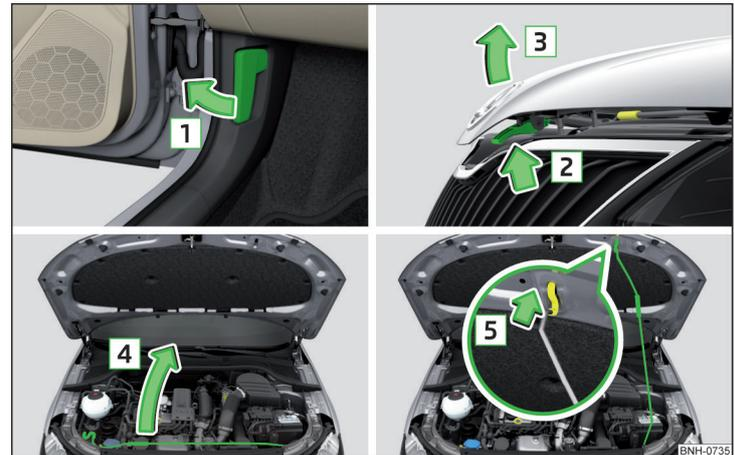

Fig. 225 Abrir el capó
- Abra la puerta delantera y tire de la palanca de desbloqueo ubicada debajo del tablero de instrumentos en el sentido de la flecha **1** » fig. 225.